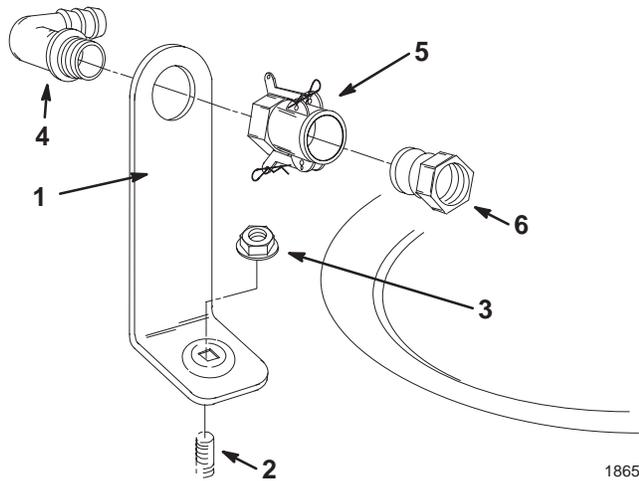

Bild 2
1. Nehmen Sie die Gummikappe vom Bolzen am Behälterriemen ab (Bild 2).
2. Setzen Sie die Füllanschlusshalterung auf den Bolzen auf und befestigen Sie sie mit einer Bundmutter (5/16 Zoll) (Bild 2).
3. Stecken Sie das Gewindeende des 90 Grad Krümmers durch die Halterung und schrauben Sie die Schnellkupplung auf und befestigen Sie sie an der Halterung (Bild 2).
4. Montieren Sie den Schlauchadapter auf der Schnellkupplung (Bild 2).